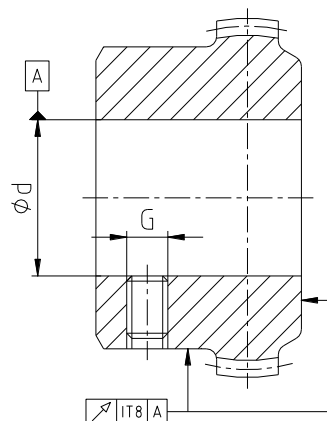

図 7: 外周と端面の振れの許容値
- お客様が軸穴加工をされる場合はハブの外周と端面の振れが許容値を超えないようにしてください(図 7 をご参照)。